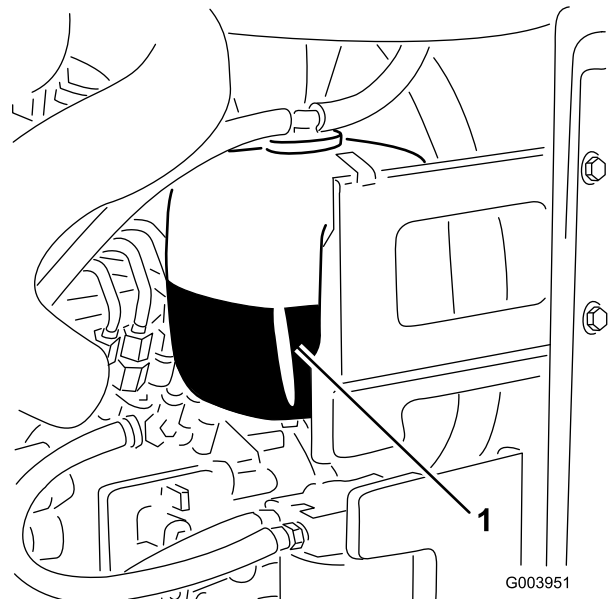

Bild 32
1. Prüfen Sie den Kühlmittelstand im Ausdehnungsgefäß (Bild 32).